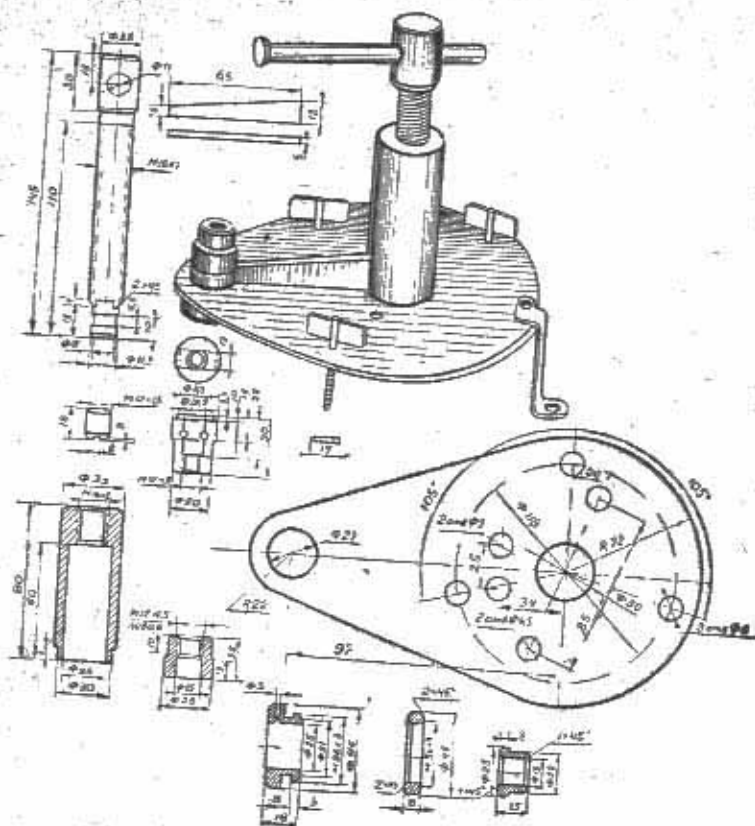

Рис. 6. Приспособление для распрессовки и запрессовки коленчатого вала и разъединения половин картера.
- с помощью специального приспособления (рис. 6), закрепленного на правой половине картера в точках крепления статора генератора, разделить половины картера, следя за тем, чтобы не было перекосов половин картера и чтобы не рассыпались ролики подшипника основной шестерни;